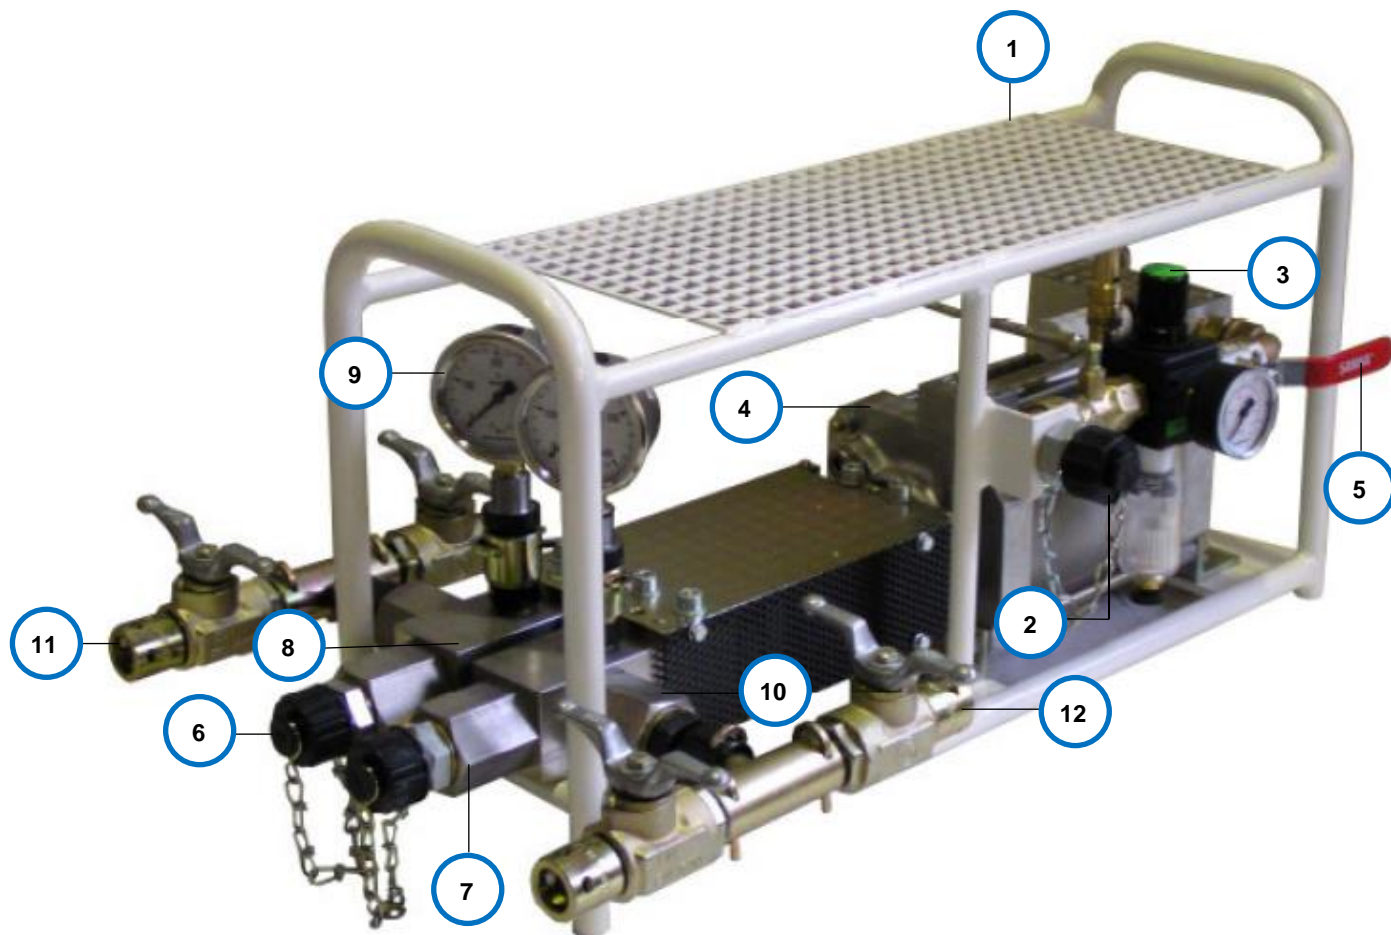

Рис. 1. Общий вид насоса БМ 1428
5.2 Сборка и запуск насосной системы (Рис.1)